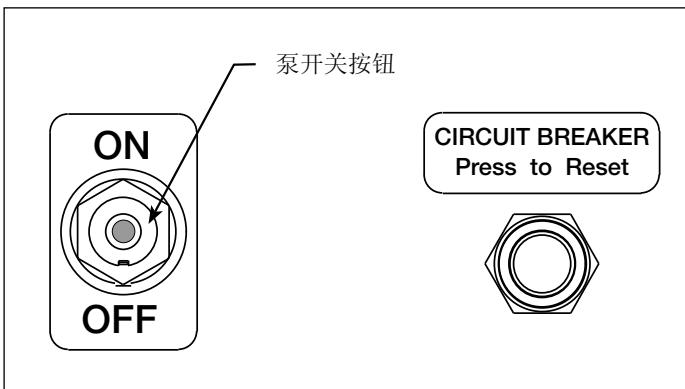

图 7 – 泵控制面板
5.1 泵开关（见图 7）
5.2 悬吊开关操作（见图 7）
- 将设备连接到电源上。将泵的电源开关置于“ON”位置。见图 7。